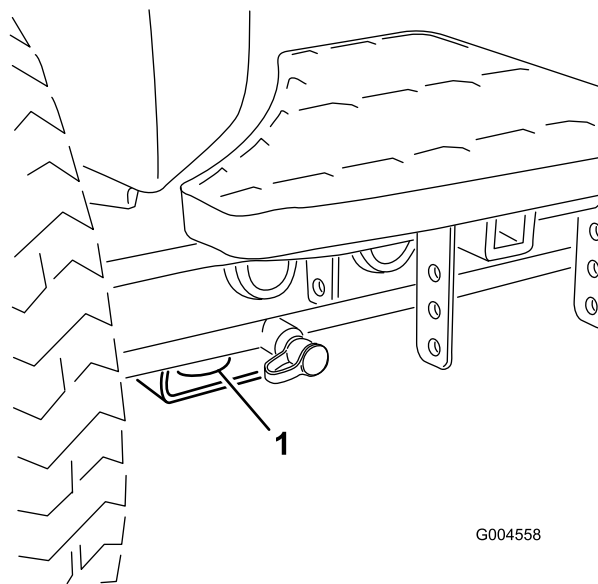
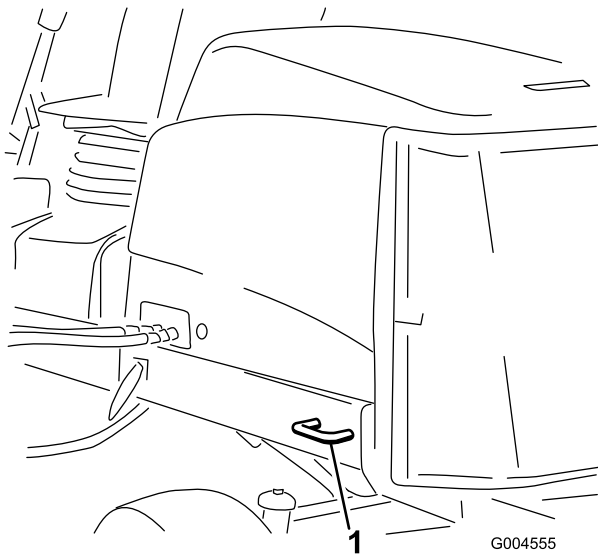

Figure 37
Figure 38
5. Servez-vous des points d'attache en métal de la machine pour l'arrimer solidement sur la remorque ou le véhicule de transport au moyen de sangles, chaînes, câbles ou cordes (Figure 37 et Figure 38).
- Avant – trou du patin rectangulaire, sous le tube d'essieu, à l'intérieur de chaque roue avant (Figure 37)
- Arrière – chaque côté de la machine sur le cadre arrière (Figure 38)